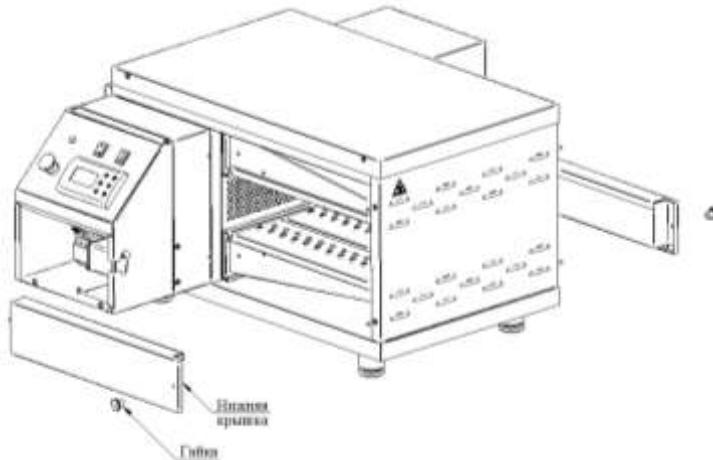

Рис. 12
2. Выкрутить декоративные гайки M6 и снять нижние крышки (см. Рис. 12).